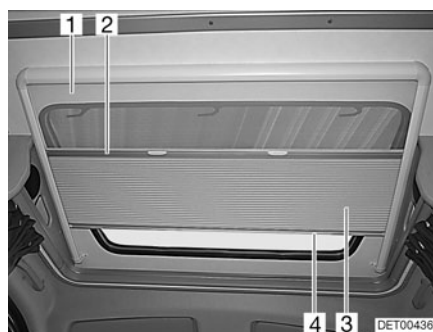

Fig. 57 Toit ouvrant
Dispositif occultant plissé Le dispositif occultant plissé (Fig. 57,3) est relié de manière permanente à une moustiquaire (Fig. 57,1).
- Saisir la tige de fermeture (Fig. 57,4) du dispositif occultant plissé par le milieu et tirer avec précaution vers le bas.
- Ramener lentement le dispositif occultant plissé en arrière par la tige de fermeture (Fig. 57,4).
- Saisir la moustiquaire par le centre de la tige de fermeture (Fig. 57,2) et tirer avec précaution vers le bas.
- Ramener lentement la moustiquaire en arrière par la tige de fermeture du dispositif occultant plissé (Fig. 57,4).